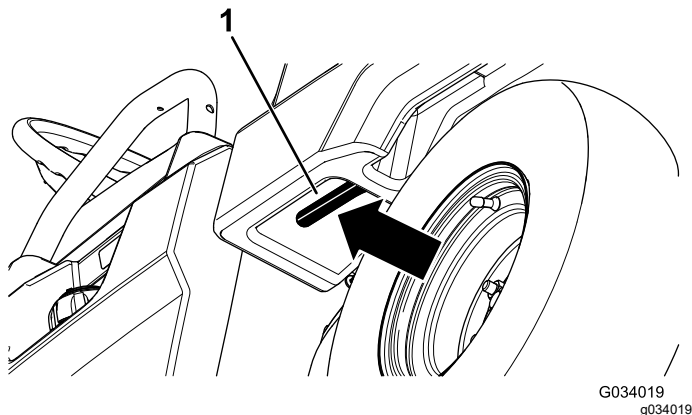

図 21
1. 荷台内側左にあるレバーを引いて荷台を持ち上げる 図 21。
1. ラッチバーを引き上げて荷台を少し持ち上げる 図 21。